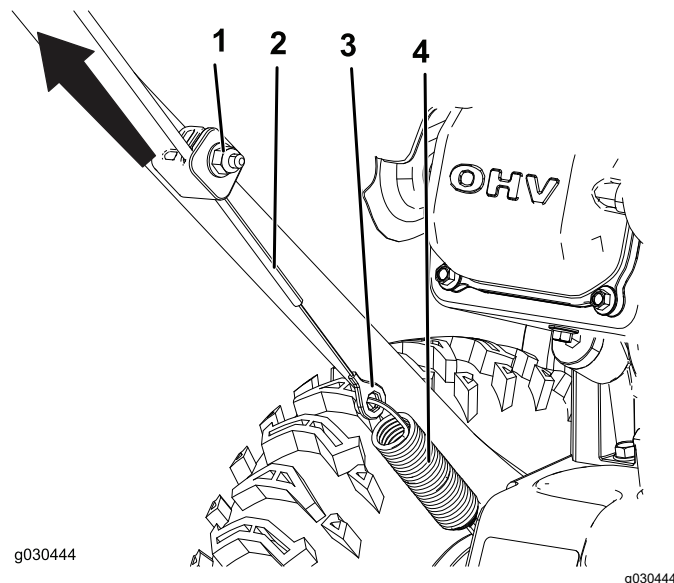

Figura 26
1. Slăbiți piulița de pe clema de cablu inferioară, însă nu o înlăturați (Figura 26).
2. Trageți cablul în sus pentru a-l tensiona mai mult (Figura 26).
3. Înlăturați și strângeți piulița (Figura 26).